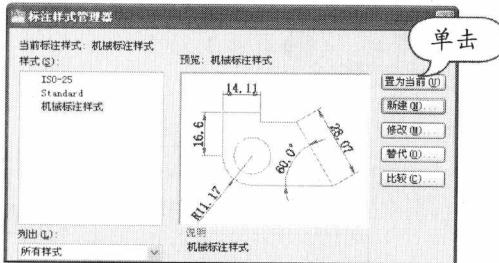

图 1-29 置为当前
**STEP 09** 置为当前。在“标注样式管理器”对话框中单击“置为当前”按钮，如图 1-29 所示。